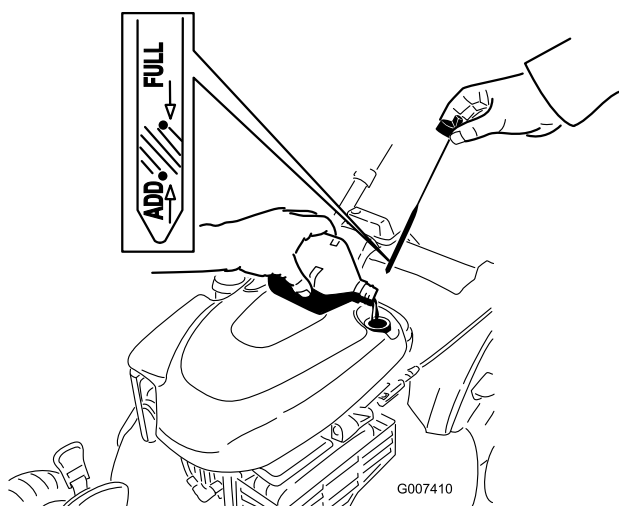

Figure 6
1. Retirez la jauge (Figure 6).
2. Versez de l'huile **lentement** dans le goulot de remplissage pour faire monter le niveau de liquide jusqu'au repère du **plein** (Full) sur la jauge (Figure 6). **Ne remplissez pas excessivement.** (Remplissage max. : 0,59 l, type : huile détergente SAE 30 de classe de service API SF, SG, SH, SJ, SL ou supérieure.)